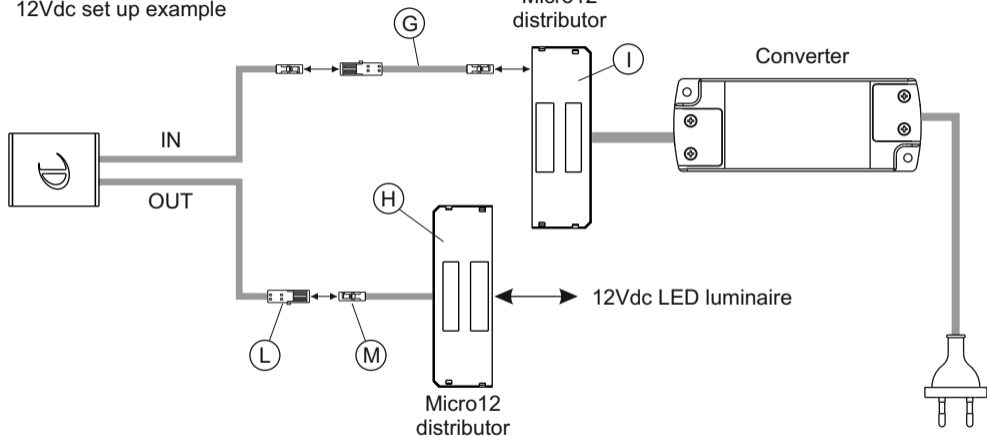

Fig. 5
- For connection to a 12Vdc power supply (figure 5) use the adapter cable (G) and the Micro12 distributor (H) sold separately.
- Für den Anschluss an ein 12 Vdc Netzteil (Abbildung 5) ist es notwendig, folgende separat gelieferte Teile zu verwenden: Adapterkabel (G) und Verteiler Micro12 (H). Das Eingangskabel (IN) von **DOTTI IR** mit dem Adapterkabel (G) verbinden und in einen der freien Schlitze des auf der Sekundärleitung des Netzteils installierten Verteilers (I) stecken; anschließend Verbinder (L) des Ausgangskabels (OUT) von **DOTTI IR** mit dem Verbinder (M) des Verteilerkabels Micro12 (H) verbinden.
- La connexion à une alimentation de 12 Vcc (figure 5) requiert l'utilisation du câble adaptateur (G) et du distributeur Micro12 (H) fournis séparément.